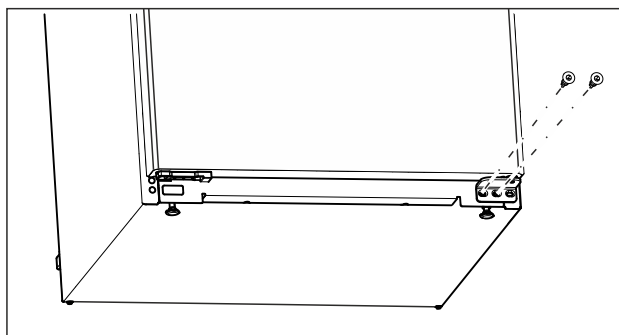

Fig. 13
- ▶ Csavarja ki az alsó csapágybakon a középső csavart Torx 20 csavarhúzóval. (lásd Fig. 13)
- ▶ Csavarja ki az alsó csapágybakon a belső csavart Torx 20 csavarhúzóval. (lásd Fig. 13)